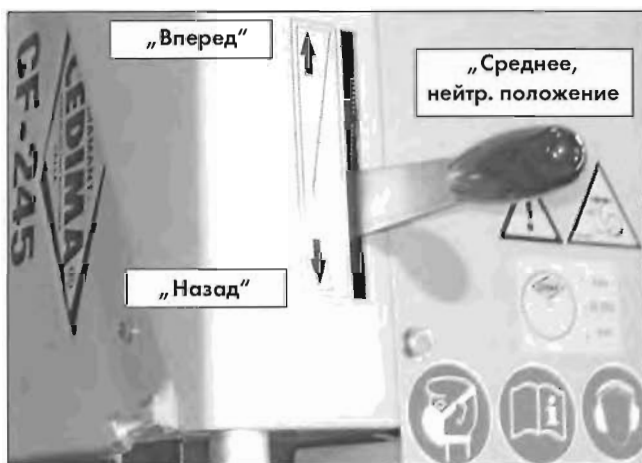

Рис. 4.11 Рычаг в среднем, нейтральном положении
6. Отрегулируйте направление подачи и скорость с помощью рычага подачи (Рис. 4.11)!
7. Для выключения привода подачи переведите рычаг подачи в "среднее, нейтральное положение" (Рис. 4.11)!